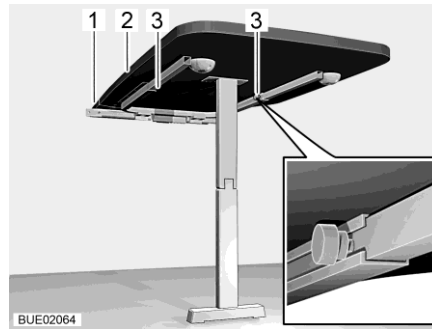

Bild 133 Hängetisch mit Gelenkstützfuß
- Zwei Rändelschrauben (Bild 133,3) lösen.
- Tischplatte (Bild 133,2) vorn leicht anheben und bis zum Anschlag herausziehen. Die Tischverlängerung ist jetzt ganz ausgezogen.
- Tischplattenverlängerung (Bild 133,1) in Tischverlängerung einlegen.
- Tischplatte (Bild 133,2) vorn leicht anheben und herausziehen.
- Tischplattenverlängerung (Bild 133,1) abnehmen und sicher verstauen.